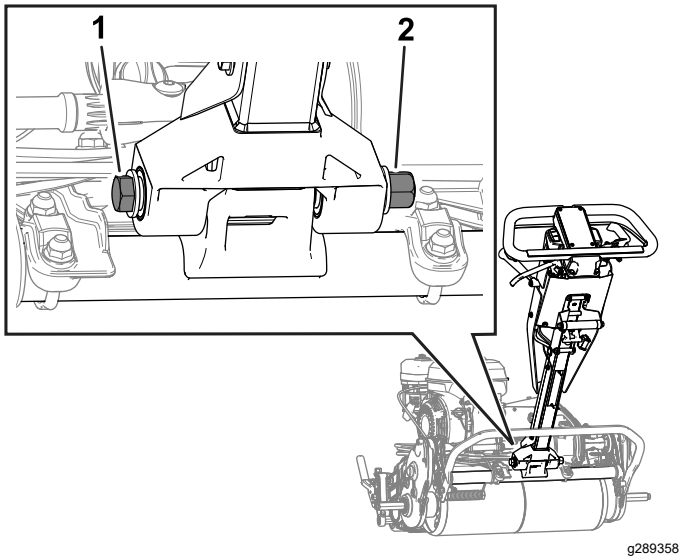

Bild 43
- Lösen Sie die Schraube und Mutter wie in Bild 43 dargestellt.